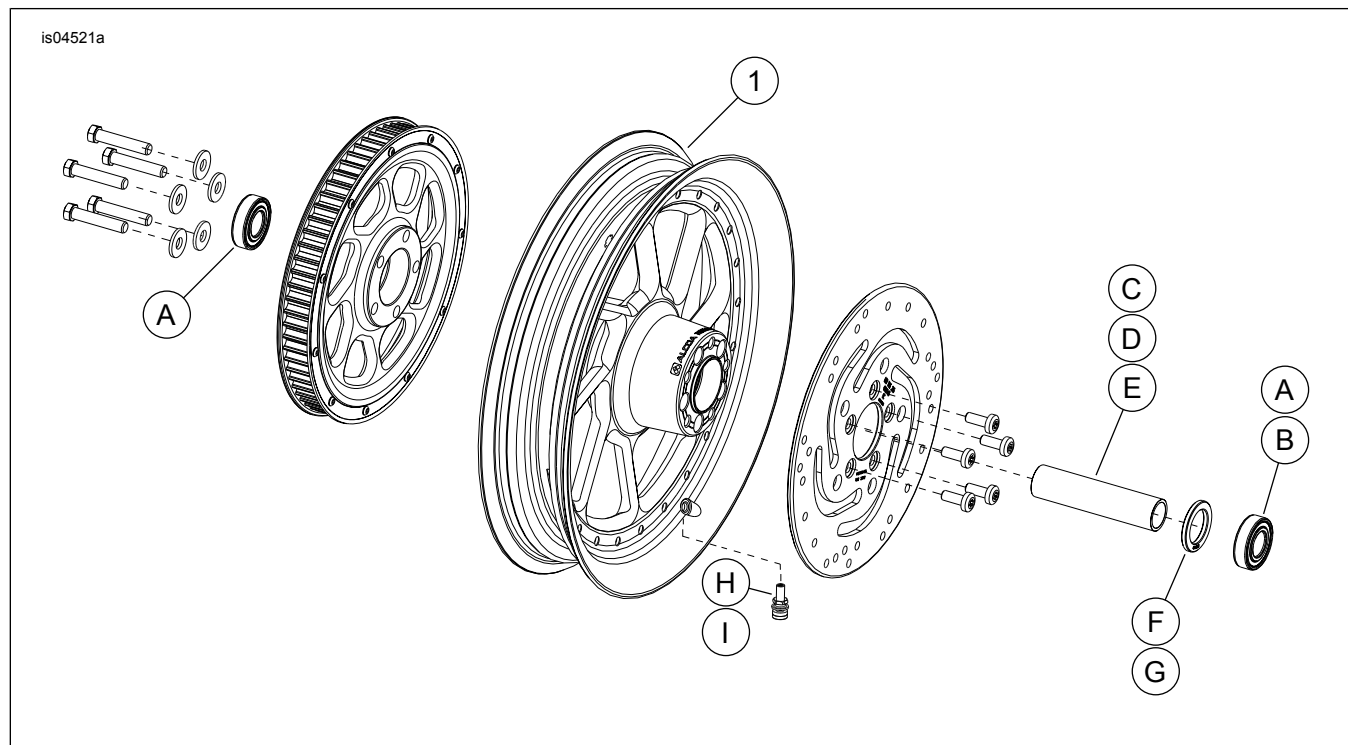

Figura 1. Peças de reposição: Rodas traseiras Road Winder
Veja Figura 1 e Tabela 2.
2. Veja Figura 1. Instale o conjunto da haste de válvula (H ou I) na roda. Consulte o Manual de serviço.